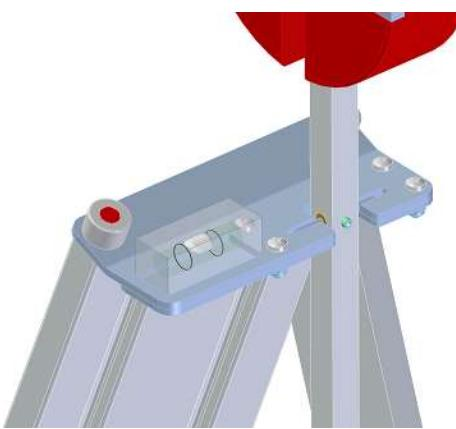

Fig. 2: Piastra di appoggio con asta del pendolo appesa
- Afferrare il pendolo con due mani e agganciarlo con cura nella piastra di appoggio (v. Fig. 2).